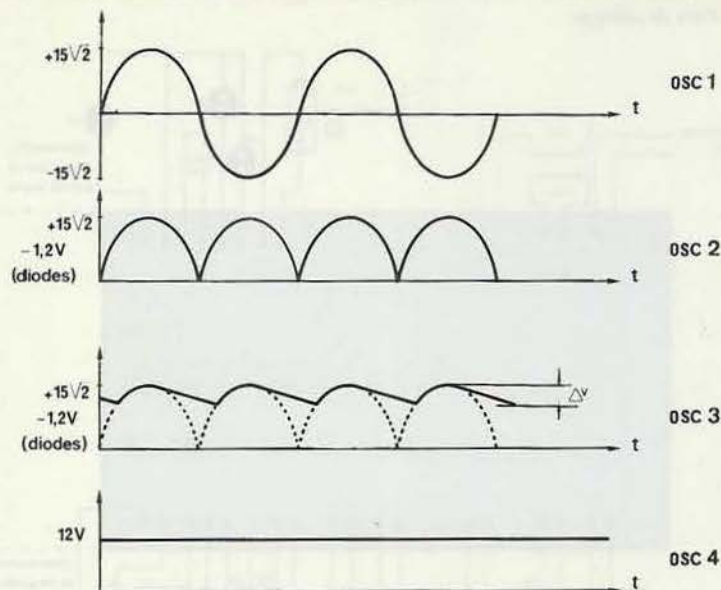

Fig. 8 Oscillogrammes de l'alimentation.
branchement, la patte la plus longue étant l'anode (A) et le méplat sur le boîtier étant la cathode (K). Vous pouvez vous reporter à la figure 8 donnant les brochages.